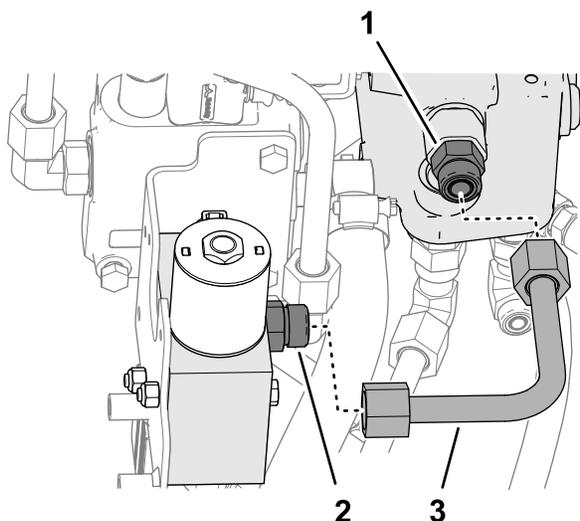

Figura 22
1. Montate il tubo a L sul raccordo diritto nel foro C della valvola a basso flusso e sul raccordo diritto nel foro T-1 della valvola del braccio caricatore (Figura 22).